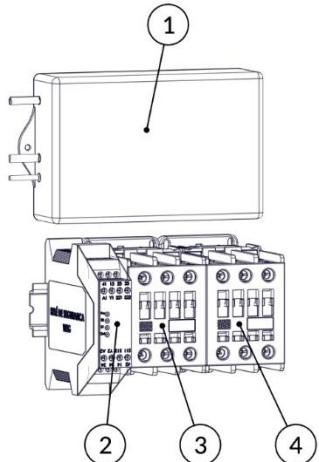
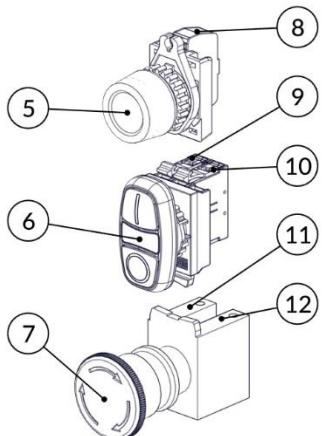

FIG. 22
FIG. 23
- c) Inspecione todo o conjunto de comando (fonte chaveada (FIG. 22), relé de segurança (FIG. 22), contatores (FIG. 22), chaves de acionamento (FIG. 23) e chicote elétrico) e verifique se há contaminação destes componentes por agentes externos agressivos ao sistema, tipo: sabão, água, insetos, etc. Verifique também a integridade dos cabos elétricos e seus terminais elétricos. Caso haja contaminação do sistema, deve-se proceder a troca do componente degradado.